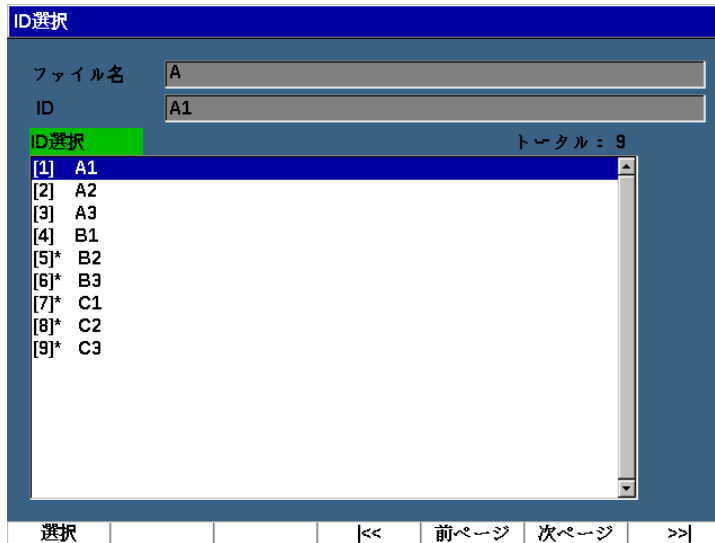

図 10-17 ID 選択メニュー
- ◆ 現在開いているファイルで使用可能な ID すべてが一覧化されたリストから **ファイル > ID 選択** を選択します（211 ページの図 10-17 参照）。